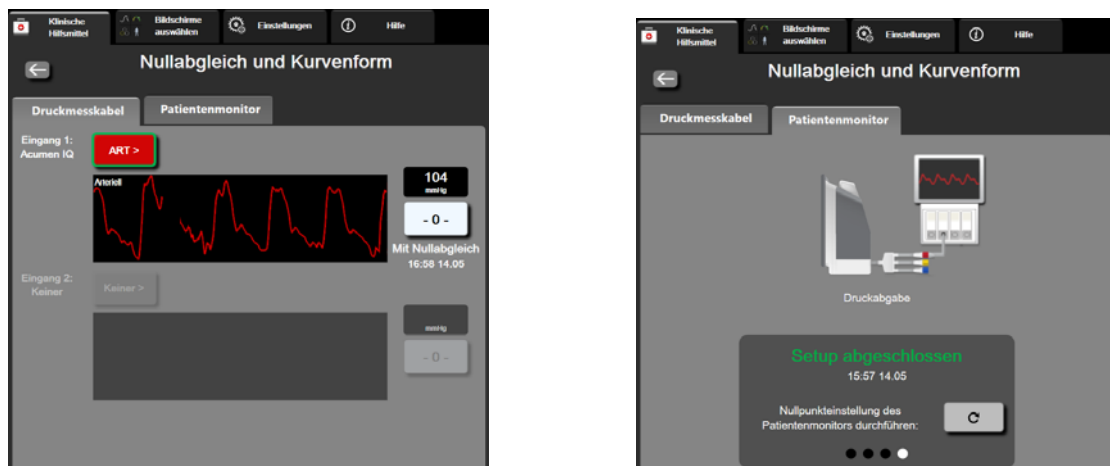

Abbildung 10-2 Bildschirm „Nullabgleich und Kurvenform“ – Nullabgleich von Sensor und Druckausgabe
- 5 Tippen Sie auf das Symbol **Druckkurve übertragen** , um die Übertragung des Drucksignals an den Patientenmonitor zu beginnen. Wenn die Echtzeit-Kurve an den angeschlossenen Patientenmonitor übertragen wird, wird die Nachricht „**Setup abgeschlossen**“ angezeigt. Siehe rechten Bildschirm in Abbildung 10-2 auf Seite 183.